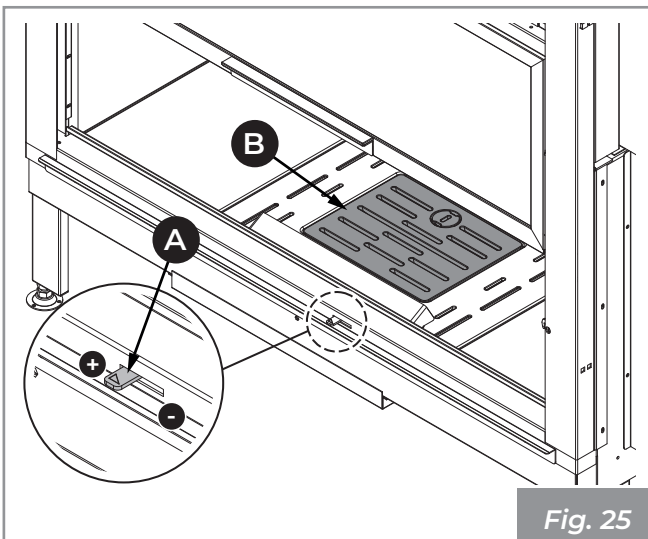

Fig. 25
- Avec le gant fourni, ouvrir au maximum (+) le registre d'air primaire (A) (Fig. 25).
- Placer avec précaution les bouts de bois sur la grille du foyer (B) (Fig. 25).
- Maintenir le registre d'air (A) ouvert pour garantir une flamme haute et lumineuse.